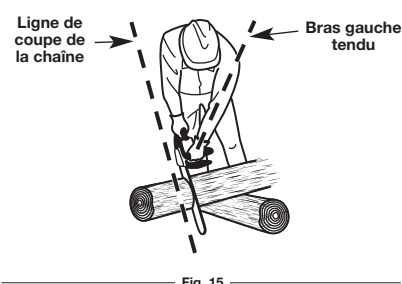

Fig. 15
- Gardez votre bras gauche toujours bien tendu afin de pouvoir encaisser la force d'un rebond (Fig. 15).
- Gardez tout votre corps à gauche de la ligne de coupe de la chaîne (Fig. 15).